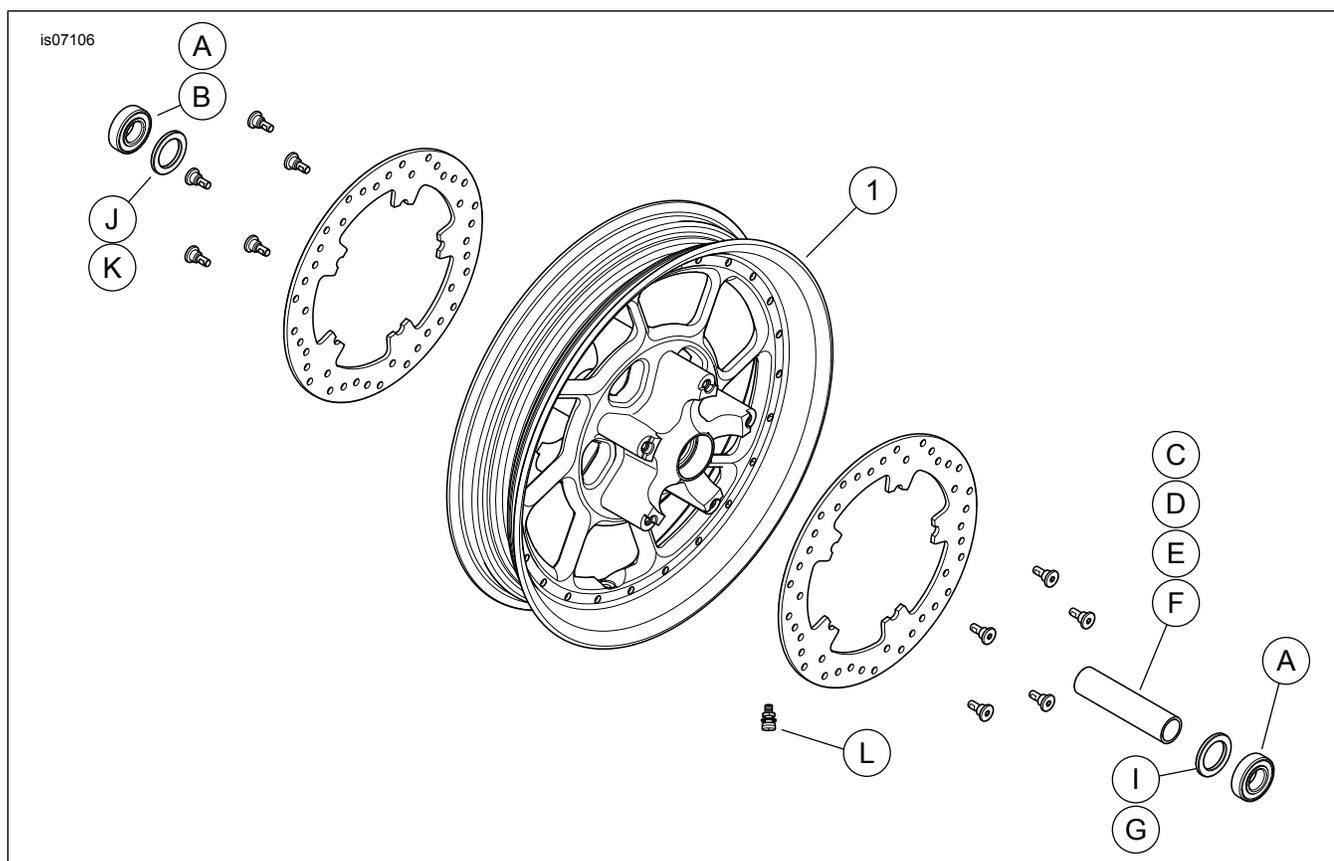

Figura 1. Parti di ricambio: Kit ruote anteriori Road Winder
2. Vedere Figura 1. Installare il gruppo dello stelo della valvola (L ) sulla ruota. Vedere PNEUMATICI nel manuale di manutenzione.